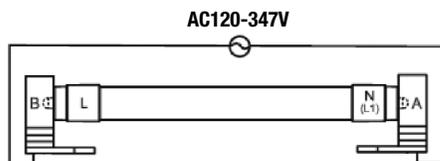

Fig. 1 Single-Pin Fa8 / Une broche Fa8
6. LED T8 lamps are designed for double ended connections only. See Figures 1 & 2.
6. Les lampes LED T8 sont conçues pour des connexions à double extrémité (Fig. 1 & 2).